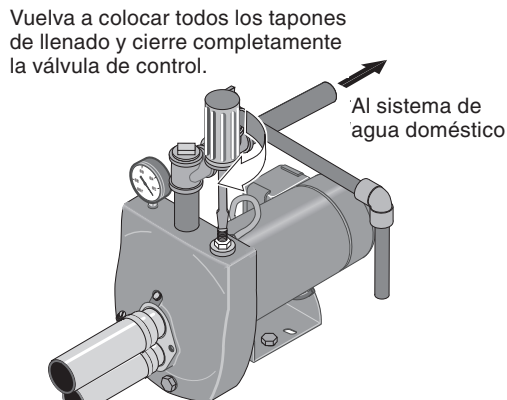

Figura 13: Ceba la bomba
2. Vuelva a colocar todos los tapones de llenado y cierre completamente la válvula de control (Figura 13).